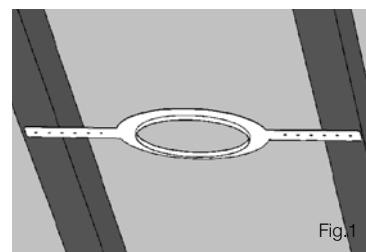

Fig.1
1. Ouvrez le cache de câblage à l'arrière du boîtier de l'enceinte pour accéder à la fiche et à la prise du connecteur de type Euro. (Fig.1).